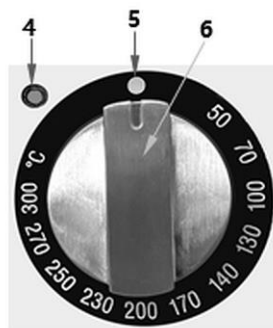

Abb. 6 - Temperaturregler
Die Regulierung der Temperatur erfolgt mit dem **Temperaturregler** (6, Abb. 6) im Bereich von 50 °C bis 300 °C.
2. Drehen Sie den Temperaturregler (6, Abb. 6) auf die gewünschte Temperatureinstellung.
1. Um den Elektro-Backofen auszuschalten, drehen Sie den Temperaturregler (6, Abb. 6) auf die AUS-Position (5).